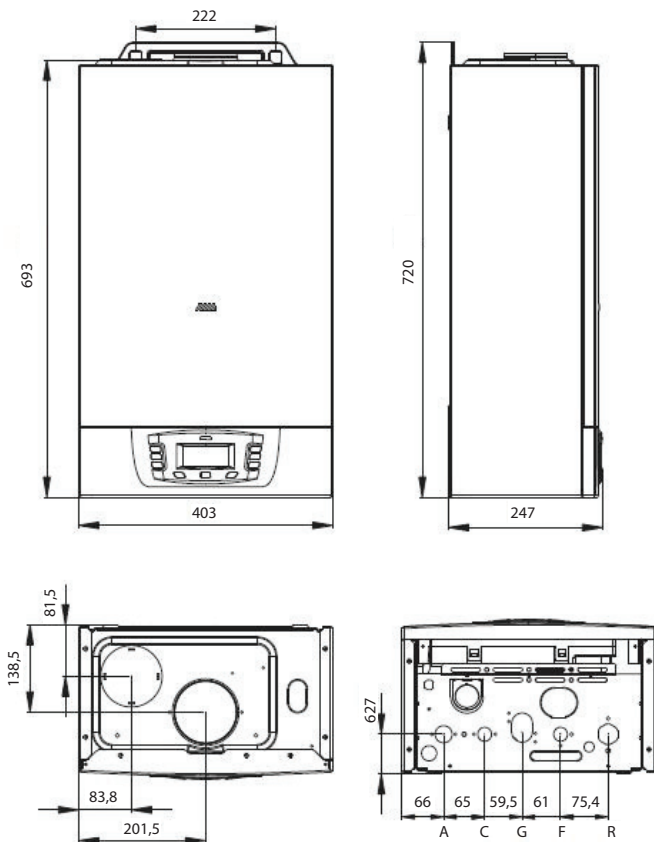

рис.1.
3.5. Габариты и присоединительные размеры аппарата (Рис. 1, Табл.2).